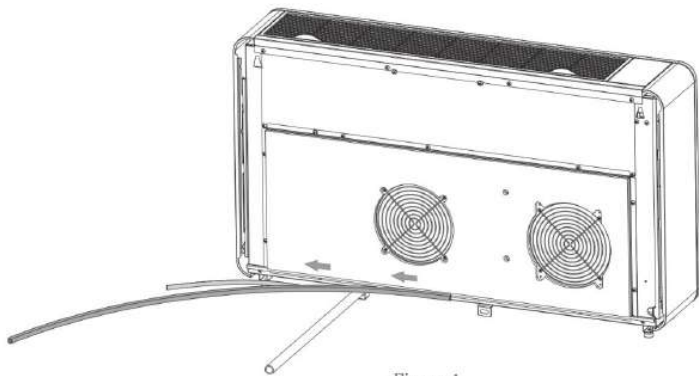

Figure 1
1. La bande d'étanchéité doit être collée le long du bord de la machine, comme illustré à la figure 1.